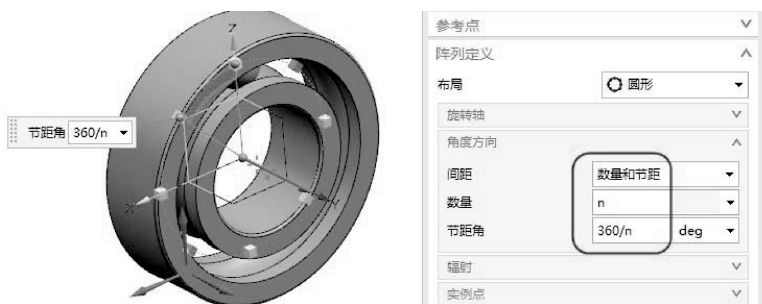

图 6-27 创建滚动体的阵列
- 10 输入数量为  $n$ , 节距角为  $360/n$ , 单击【确定】按钮, 完成滚动体的阵列, 如图 6-27 所示。